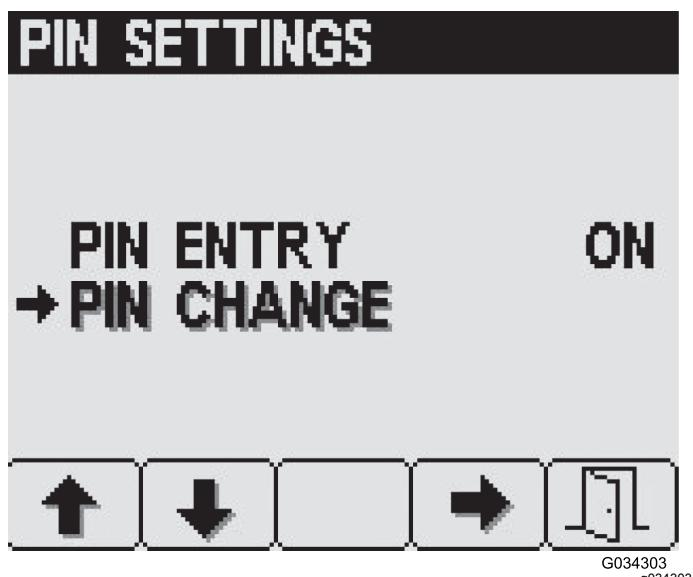

Figure 26
1. Appuyez sur le bouton 1 ou 2 pour sélectionner l'option CHANGEMENT DE CODE PIN (Figure 26).
2. Appuyez sur le bouton 4 pour sélectionner l'option CHANGEMENT DE CODE PIN (Figure 26).